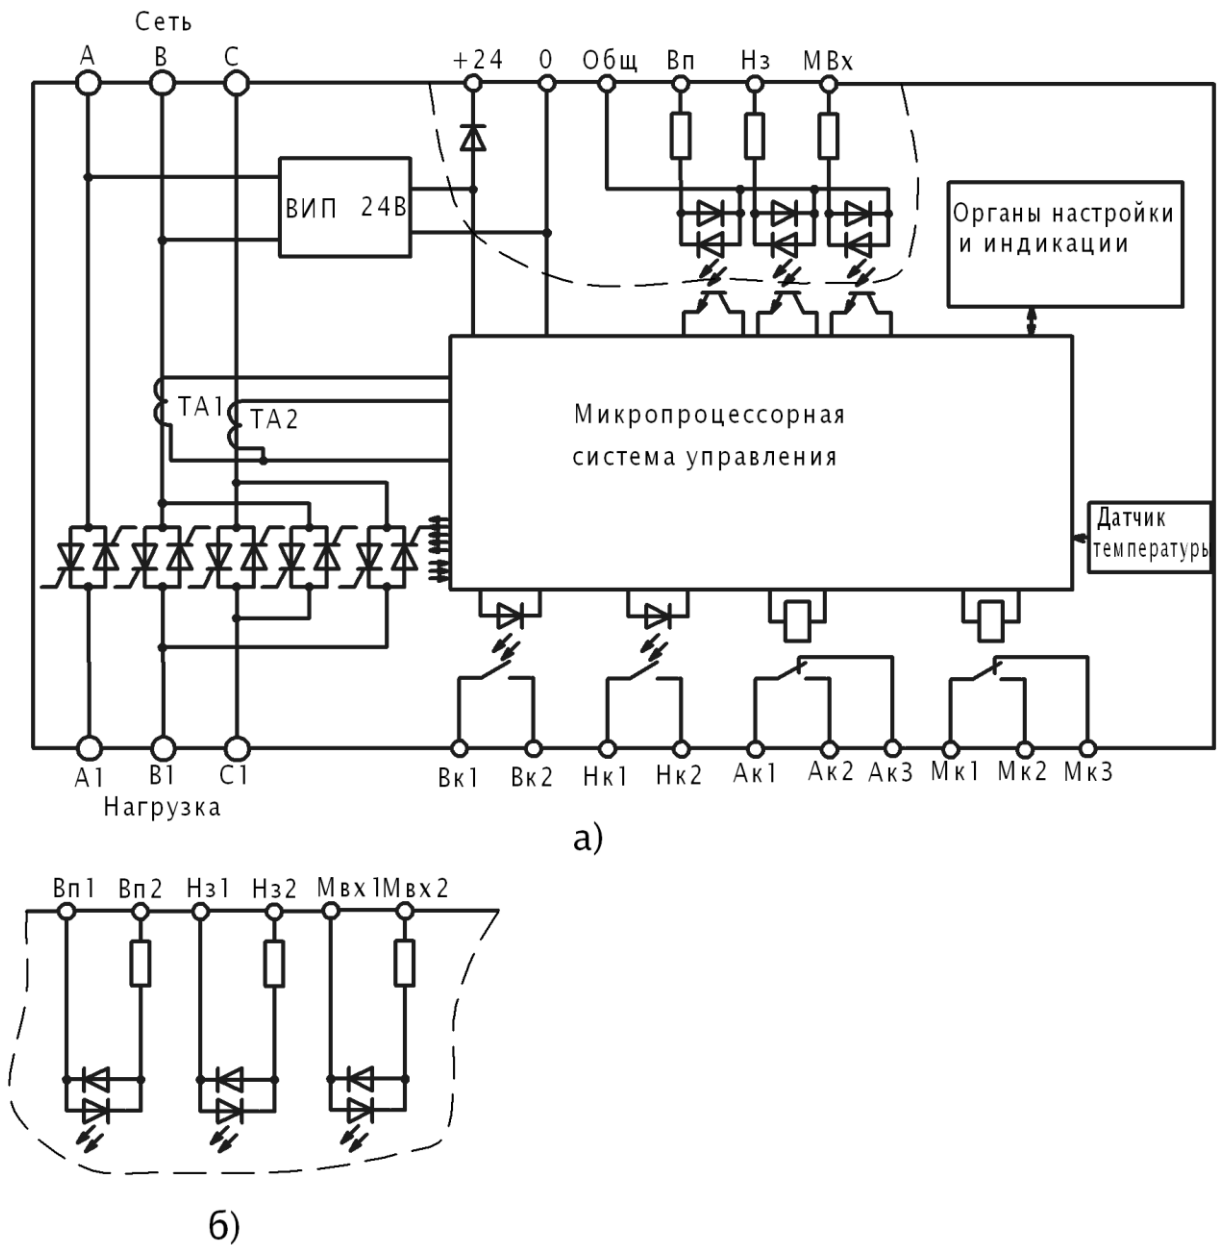

Рисунок 1 – Функциональная схема пускателя
1.3.4 В модификации БСТ-ххР/380-3х с «сухим» контактом входы «Вп», «Нз» и «Мвх» имеют один общий провод (рис.1 а). Входы являются двунаправленными,
1.3.5 В модификациях БСТ-ххР/380-0х и БСТ-ххР/380-2х все входы изолированы друг от друга (рис. 1 б). В данной модификации напряжение источника +24В на внешние клеммы не выводится.